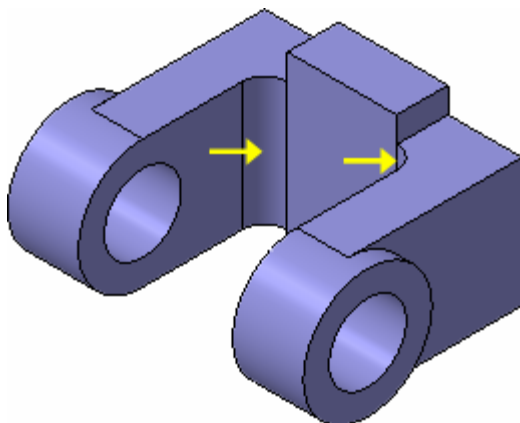

Рисунок 39.
- Вновь установите для модели **стандартную ориентацию** Изометрия XYZ (рис. 39).